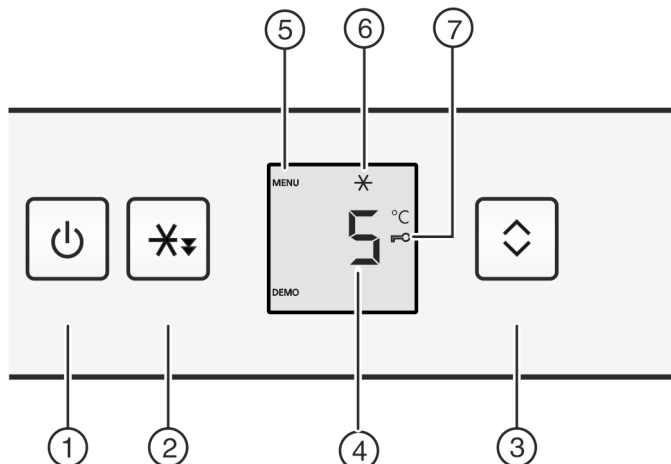

Fig. 2
- ▶ Appuyez sur la touche marche/arrêt Fig. 2 (1).
- ▶ Appuyer sur la touche refroidissement rapide Fig. 2 (2) pendant 5 secondes environ.
- ▷ Le symbole Menu Fig. 2 (5) apparaît dans l'affichage.
- ▶ Confirmer rapidement avec la touche refroidissement rapide Fig. 2 (2).
- ▷ Le symbole Sécurité enfants Fig. 2 (7) s'allume dans l'affichage.
- ▶ Appuyer brièvement sur la touche On/Off Fig. 2 (1).
- ▶ Appuyer brièvement sur la touche refroidissement rapide Fig. 2 (2).
- ▷ Le symbole refroidissement rapide Fig. 2 (6) s'allume sur l'affichage.
- ▷ Le symbole refroidissement rapide Fig. 2 (6) s'éteint sur l'affichage.